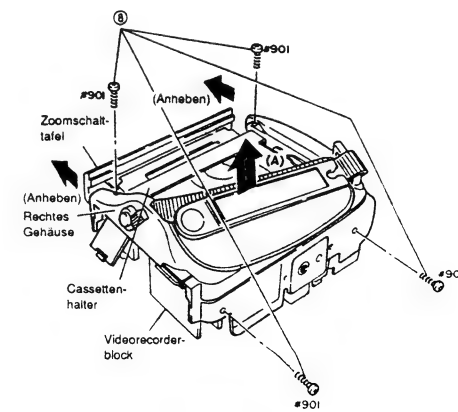

Abb. 2-16
- 9) Vier (4) Befestigungsschrauben des rechten Gehäuses entfernen (siehe Abb. 2-16).
- 10) Die Zoom-Schalttafel anheben und das rechte Gehäuse in Richtung des Pfeiles (A) entfernen.